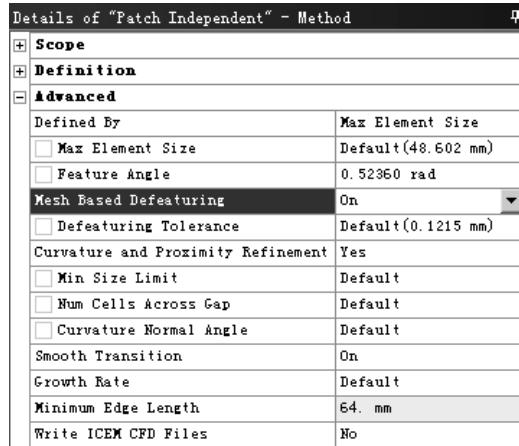

图 5.1.4 “Details of ‘Patch Independent’ -Mothod” 对话框
(2) 独立分片算法 (Patch Independent)。该方法基于 ICEM CFD Tetra 四面体或棱柱的 Octree 方法，先生成体网格，然后映射到点、边和面创建表面网格。可以对 CAD 模型的长边等进行修补，更适合对质量差的 CAD 模型划分网格。
- ◆ 选用独立分片算法的方法：主要操作与协调分片算法一样，另外，在图 5.1.4 所示的“Details of ‘Patch Independent’ -Mothod”对话框中的 **Advanced** 区域还有清除